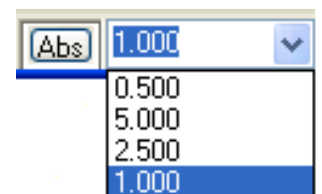

Рис. 3.7 - Выбор текущего значения шага сетки в строке состояний
- Новое значение шага сетки также может быть непосредственно введено в соответствующее поле строки состояний (см. рис. 3.7).
- Текущее значение шага сетки легко может быть выбрано из списка, который появляется после нажатия ЛК кнопки  (рис. 3.7), справа от поля, где в строке состояний **Symbol Editor** выводится текущее значение шага сетки (см. рис. 3.1).
- Текущее значение толщины линии также легко может быть выбрано из списка, который появляется после нажатия ЛК кнопки  (рис. 3.7), справа от поля, где в строке состояний **Symbol Editor** выводится текущее значение толщины линии (см. рис. 3.9).